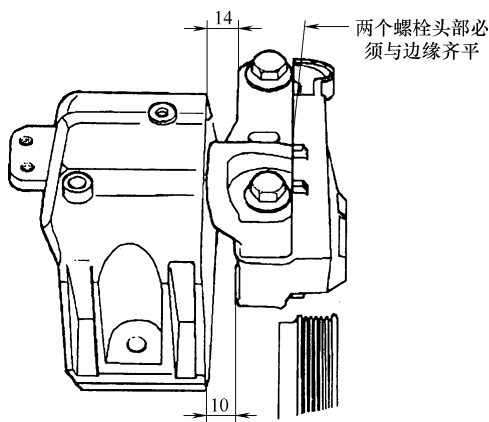

图 2-9 调节发动机支座间隙
7) 用新螺栓将发动机支座安装到发动机支架上，调节发动机支座间隙，如图 2-9 所示。